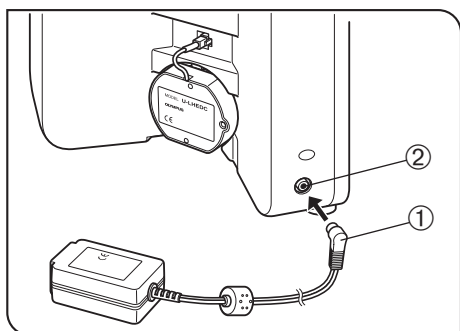

Рис. 52
11 Монтаж адаптера переменного тока (Рис. 52)
- Перед подсоединением шнура питания (рис. 52) удостоверьтесь в том, что главный выключатель находится в положении «O» (ВЫКЛ.).
1. Вставьте соединитель ① адаптера переменного тока в разъем ② микроскопа.